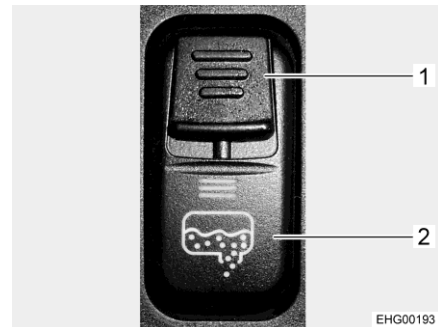

Bild 104 Wippschalter (Ablasshahn)
Der Ablasshahn für den Abwassertank wird über einen Wippschalter der Schalterkonsole im Fahrerhaus geöffnet und geschlossen. Um ein versehentliches Öffnen des Ablasshahns zu verhindern, ist der Wippschalter mit einem Sicherungsschieber (Bild 104,1) versehen. Das Ablaufrohr mit Anschluss für einen Abwasserschlauch befindet sich unter dem Fahrzeug.
- Sicherungsschieber (Bild 104,1) am Wippschalter (Bild 104,2) nach unten schieben und gleichzeitig Wippschalter unten drücken. Das Abwasserserventil wird dadurch geöffnet und der Abwassertank wird entleert. Die LED leuchtet, solange der Abwasserhahn geöffnet ist.
- Nachdem das Abwasser vollständig abgelassen ist, den Ablasshahn wieder schließen. Dazu den Bedienschalter (Bild 104,1) oben drücken.